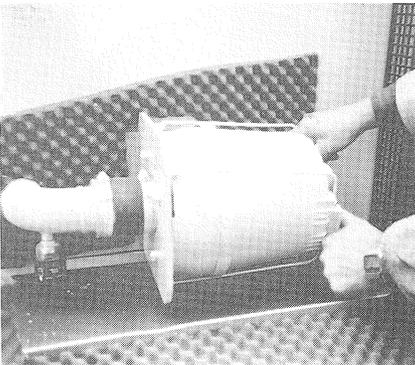

Bild 48
- (1) Luftansaughaube seitlich wegklappen
- (2) Filterklammer seitlich wegdrücken (Bild 48)